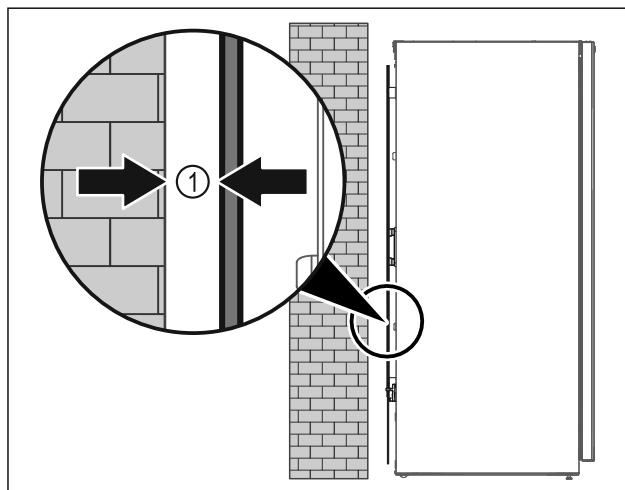

Fig. 10
- Uredaj je moguće postaviti ili slobodno u prostoriji ili izravno na zid na najmanjoj udaljenosti od 5 mm Fig. 10 (1).